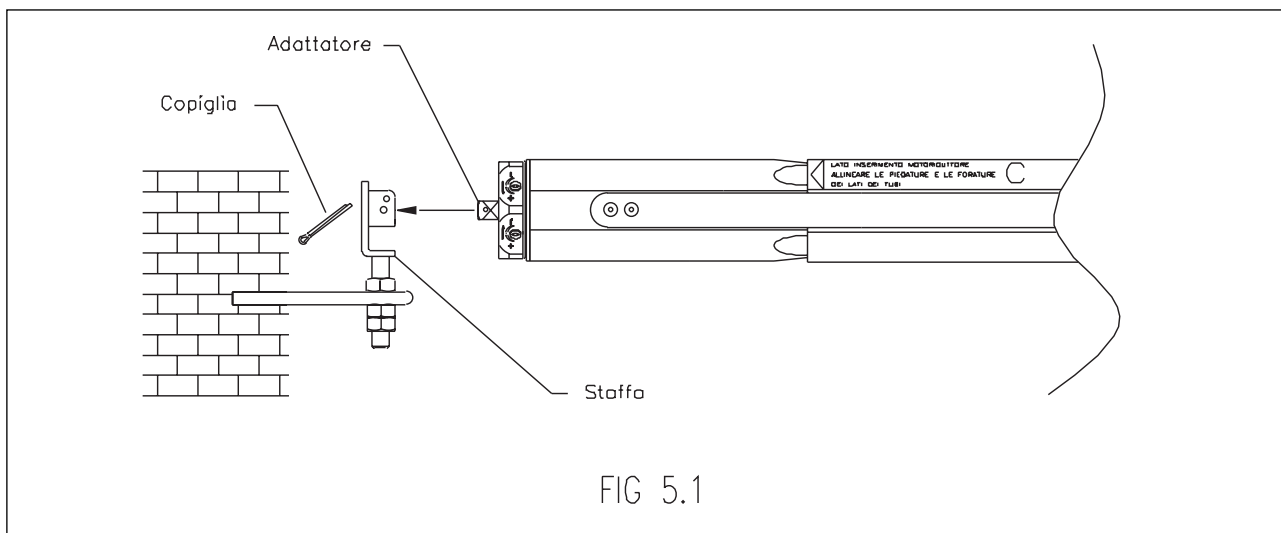

FIG 5.1
- Inserire il perno quadro (10x10) dell'adattatore nell'apposita staffa art. 3020 (5) fissata sulla zanca e bloccarla con la copiglia in dotazione, vedi fig. 5.1.